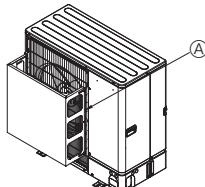

Fig. 2-4
- ② Montér en ekstra luftledeskærm på steder, hvor kraftig vind kan blæse direkte ind i luftudgangen. (Fig. 2-4)